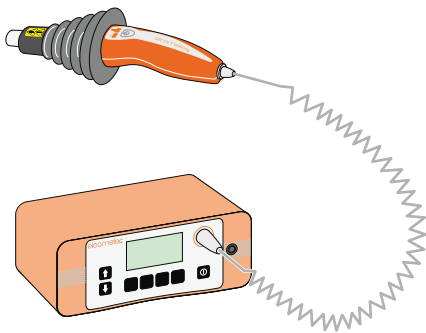

Figure 1
- 1 Branchez la poignée de sonde haute tension sur l'instrument à l'aide du câble spiralé gris (Figure 1).